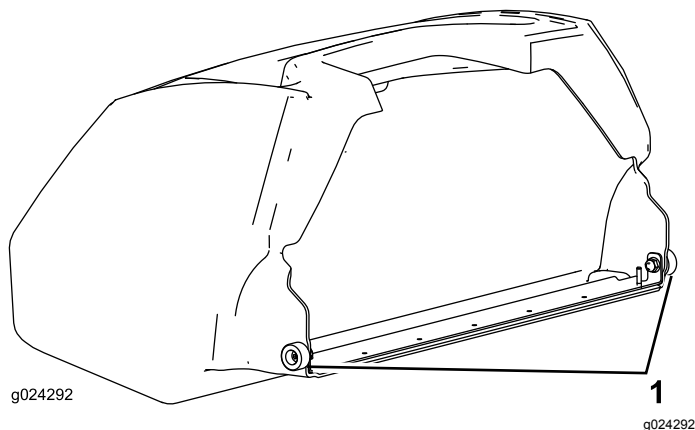

図 22
**重要**もしバスケットを落としてしまった場合には、バスケットの下側リップにあるピッチアームの接触点 図 22 が